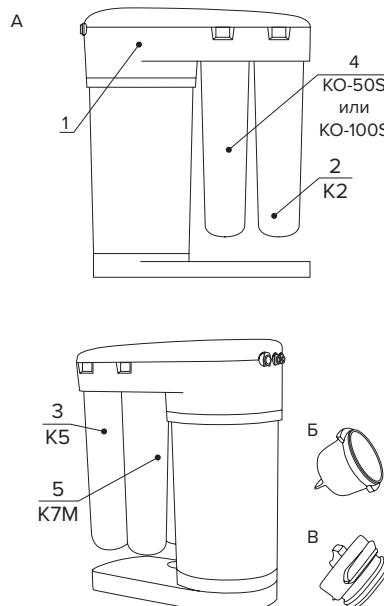

Рис. 2. Корпус DWM в сборе
1. Корпус DWM (рис. 2) состоит из верхней плиты (1), в которой закреплены четыре коллектора для подсоединения сменных фильтрующих модулей и гидроавтоматики DWM. Верхняя плита закрыта декоративной крышкой, закрепленной тремя пластиковыми фиксаторами. Важной частью корпуса DWM является накопительный бак для чистой воды. Так как производительность обратноосмотической мембранны невелика (зависит от типа мембранны, температуры и минерализации воды, давления в водопроводе), вода после мембранны поступает в накопительный бак, для того чтобы вы могли пользоваться чистой водой в любой момент и в необходимых количествах.
2. В состав блока предварительной водоподготовки входят сменный фильтрующий модуль K5 (3) и сменный фильтрующий модуль K2 (2).
- выньте сервисную заглушку мембранныго модуля (рис. 2В) из коллектора и установите вместо нее мембранный модуль;